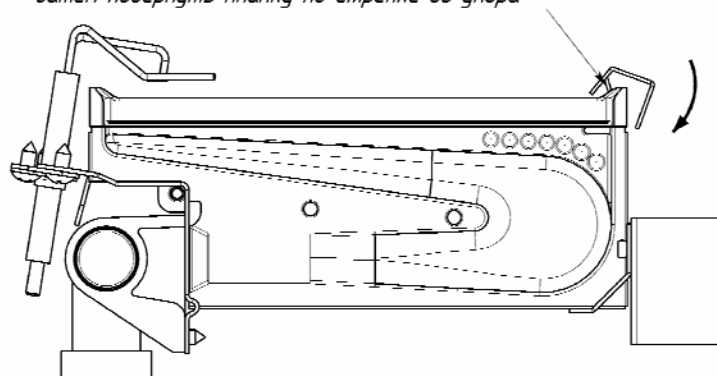

Рис. 6. Установка планки 8223-22.003 на горелку
- е) установить на горелку планку 8223-22.003 (см. рис. 6 и 7);